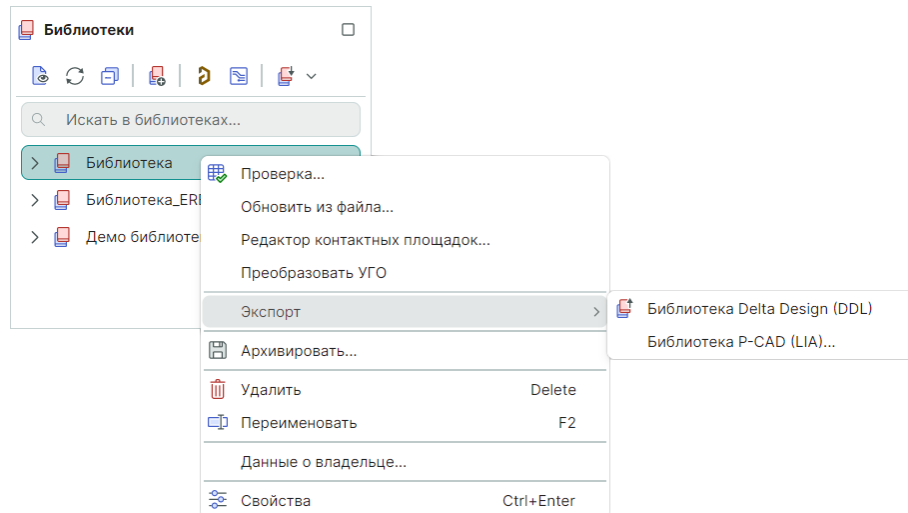

Рис. 30 Выбор формата экспортируемых данных
2. Из контекстного меню «Экспорт» в выпадающем списке выберите конечный формат экспортируемой библиотеки, см. Рис. 30.